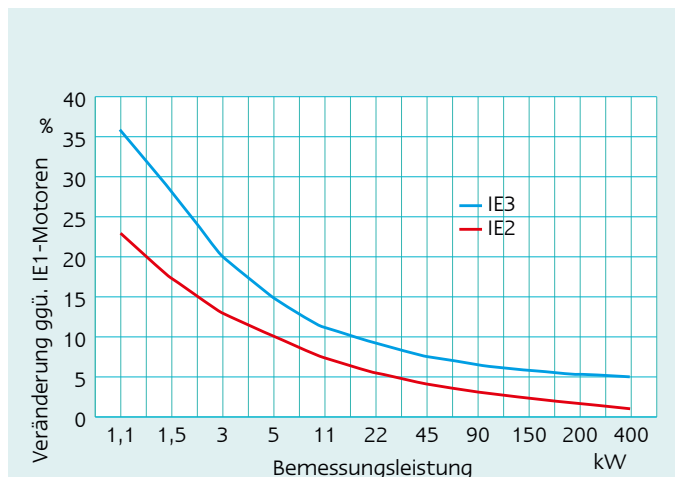

Bild 2: Veränderung Anlaufstromverhältnis
- Anlaufstromverhältnis I_a/I_n (Anlaufstrom/Nennstrom) erhöht sich bei kleinen Motoren (<3 kW) bis zu 35% und bei Motoren mittlerer Größe um mindestens 3 bis 15%, bei Motoren ab 75 kW weniger als 7% gegenüber IE1-Motoren (Werte aus Bild 2)